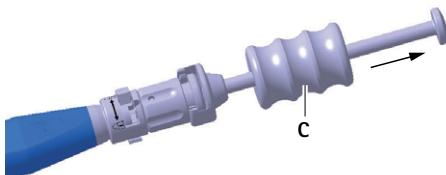

Rys. 5 Mocowanie wybijaka na instrumencie do wprowadzania
- ▶ Zamontować młotek **C** na instrumencie do wprowadzania **A**, patrz Rys. 5.
- ▶ Zamontować wybijak **B** na instrumencie do wprowadzania **A**, patrz Rys. 5.